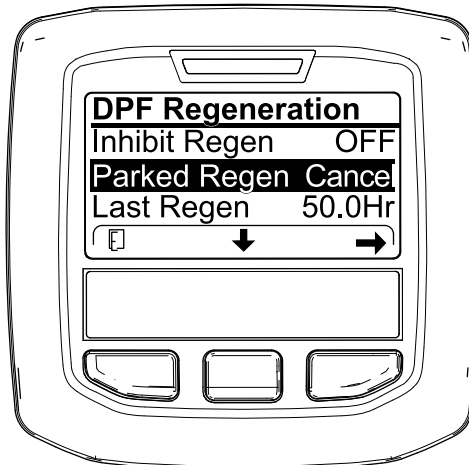
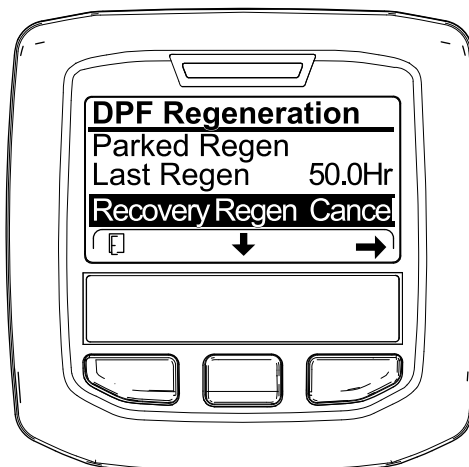

Figura 59
Figura 60
1. Vaya al menú de Regeneración del DPF (Figura 59).
2. Pulse el botón central para desplazarse hacia abajo a CANCELAR REGENERACIÓN ESTACIONARIA (Figura 59) o CANCELAR REGENERACIÓN DE RECUPERACIÓN (Figura 60).
3. Pulse el botón derecho para seleccionar la opción Cancelar (Figura 59 o Figura 60).